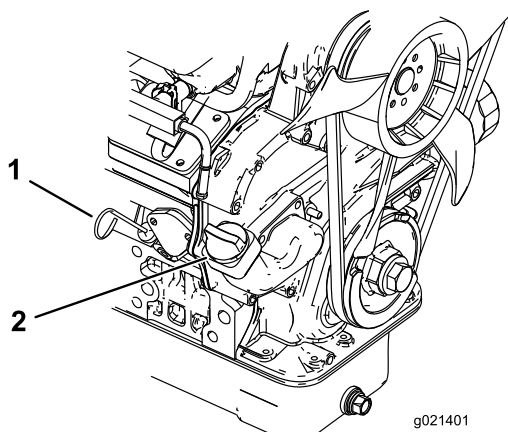

Figura 25
2. Retire la varilla (Figura 25) y límpiela con un paño limpio. Introduzca la varilla en el tubo, asegurándose de que entre a fondo. Retire la varilla y verifique el nivel de aceite.
3. Si el nivel de aceite es bajo, retire el tapón de llenado (Figura 25) y añada suficiente aceite para elevar el nivel a la marca Full (lleno) de la varilla.